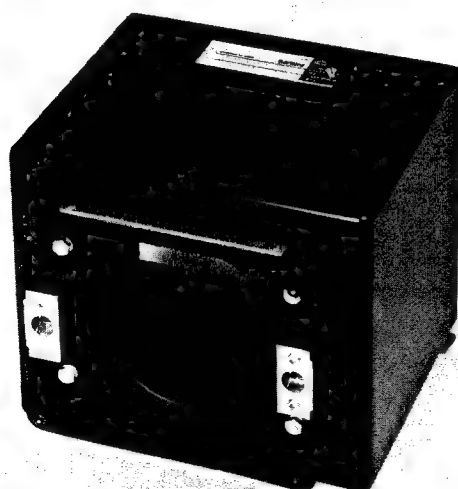

Fig. 17. Camera adapter PM 9377
3.7.4. Adapter PM 9377 (Fig. 17)